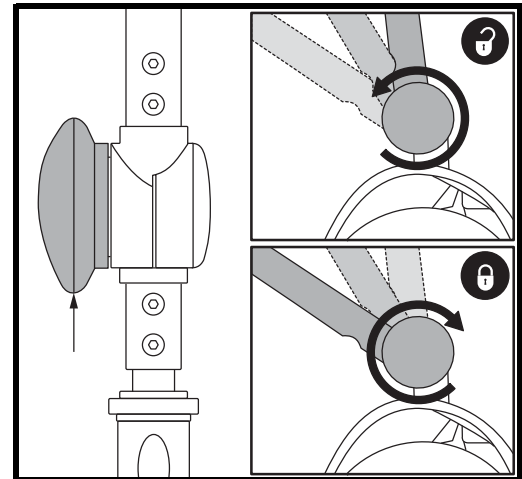

Abb. 17. Lenkersicherungshebel
EINSTELLUNG DES LENKERWINKELS (Siehe Abb. 17)
1. Entfernen Sie den Sitz und das Batteriepack (siehe „Vorgehensweise zur Zerlegung“ auf der vorherigen Seite), senken den Lenker ab und ziehen den Lenkersicherungshebel an. **Siehe Abb. 17.**
3. Den Hebel anheben und fest den Lenkersicherungshebel drücken. **Siehe Abb. 17.**